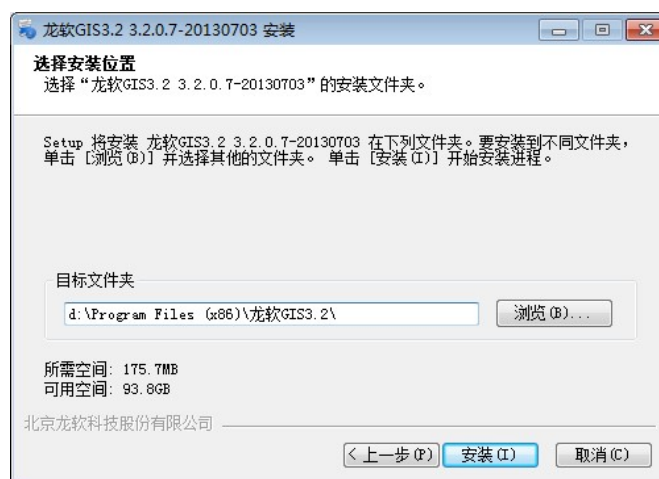

图 1-3 设置安装路径
**第三步：**点击【我接受】，进入图 1-3 所示设置安装位置窗口。可根据需要通过【浏览】按钮修改默认安装路径。